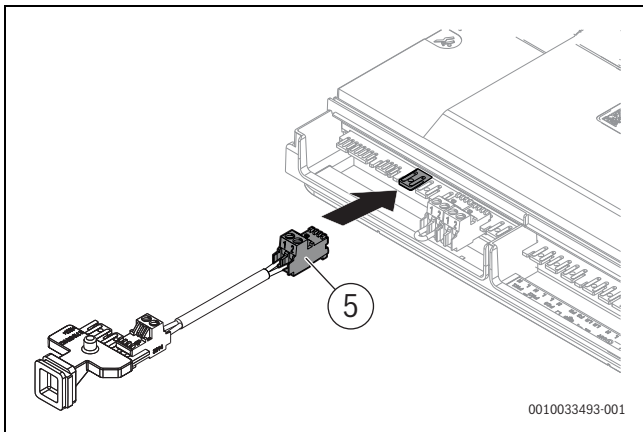

Bild 119 BUS-Kabel am BUS-Steckplatz der Klemmleiste anschließen
- ▶ BUS-Kabel der Anschlussleiste (→ Bild 119, [5]) am BUS-Steckplatz der Klemmleiste anschließen.